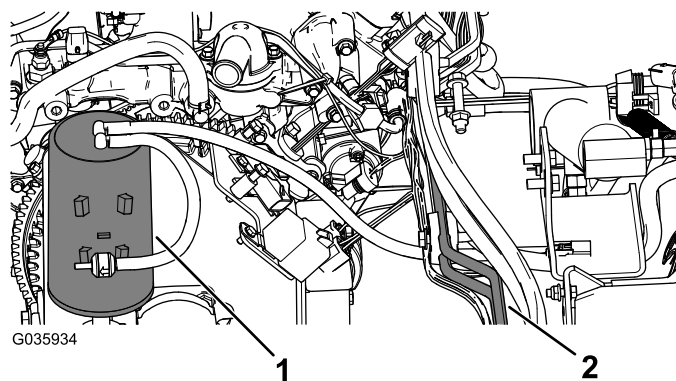

Figura 9
1. Spostate il canister a carboni attivi sul lato destro della macchina e utilizzate le fascette per cavi per fissarlo alle tubazioni idrauliche, lontano da parti mobili o calde (Figura 9).